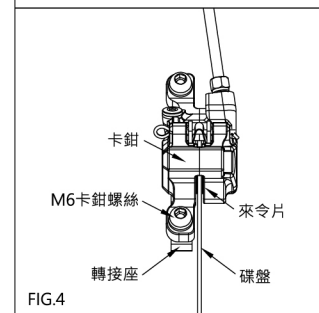

FIG.4
- 作動手把數次之後握住手把，使卡鉗夾緊碟盤並調整卡鉗於碟盤中間位置後(FIG.4)，再鎖緊 M6 卡鉗螺絲，鎖緊扭力 8~10 Nm(71~89 in. lbs)。
- 轉動輪子若產生異音或不正常之摩擦，則必須鬆開 M6 卡鉗螺絲，並重覆上述(1)步驟，重新調整卡鉗位置，若輪子能自由轉動而無前述現象，即為安裝完成(FIG.4)。